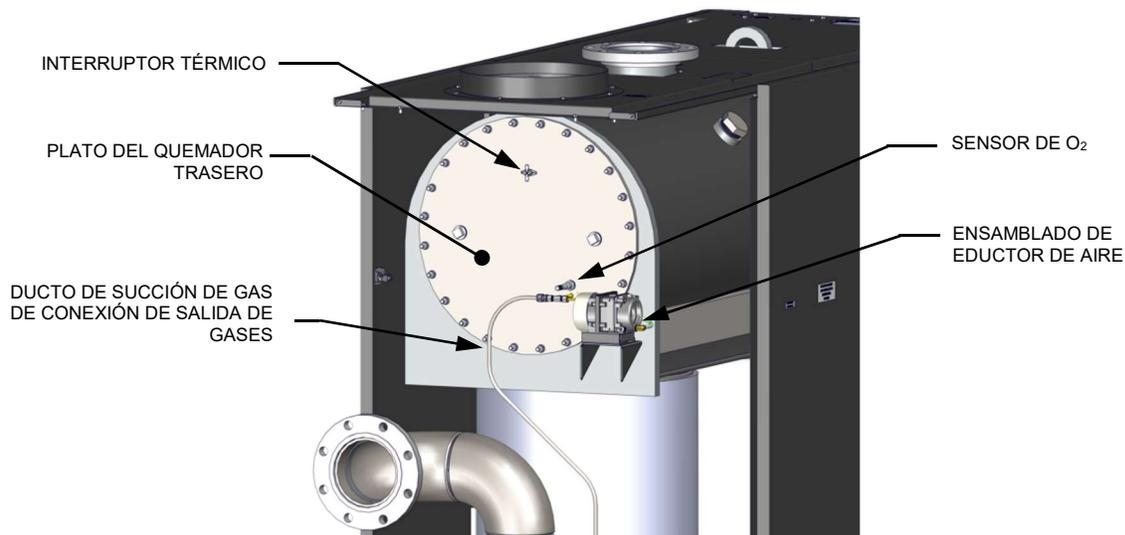

Figura 4-8: Vista trasera parcial que muestra el plato trasero del quemador
5. Con los paneles retirados, se puede acceder al plato trasero de la cámara de combustión como se muestra en la Figura 4-8, a continuación.
12. Vea la Figura 4-8 y observe la posición del refractario trasero. Antes de retirar el refractario, haga marcas según sea necesario usando un marcador permanente o cinta.